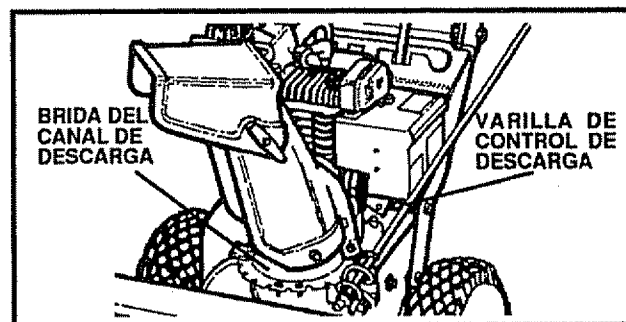

FIG. 17
- Lubrique la brida del canal de descarga cada cinco (5) horas durante el tiempo de uso y antes de guardar la unidad (vea la Fig. 17).
- La palanca de control del canal de descarga, usada para cambiar la dirección en la cual la nieve es arrojada, requiere de lubricación frecuente al igual que antes de proceder a guardar la unidad (vea la Fig. 17).